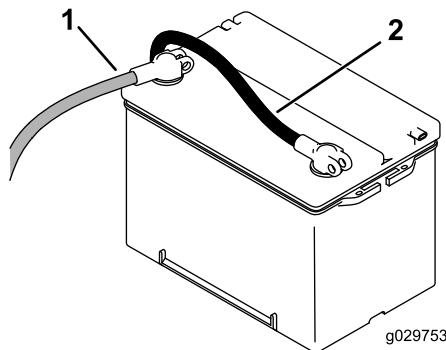

Рисунок 6
5. Отсоедините отрицательный (черный) кабель от аккумуляторной батареи, затем отсоедините положительный (красный) кабель (Рисунок 6). Сохраните крепежные детали кабеля.
2. Подсоедините положительный кабель (красный) к положительной клемме (+), а отрицательный кабель (черный) – к отрицательной (-) клемме аккумуляторной батареи (Рисунок 6).